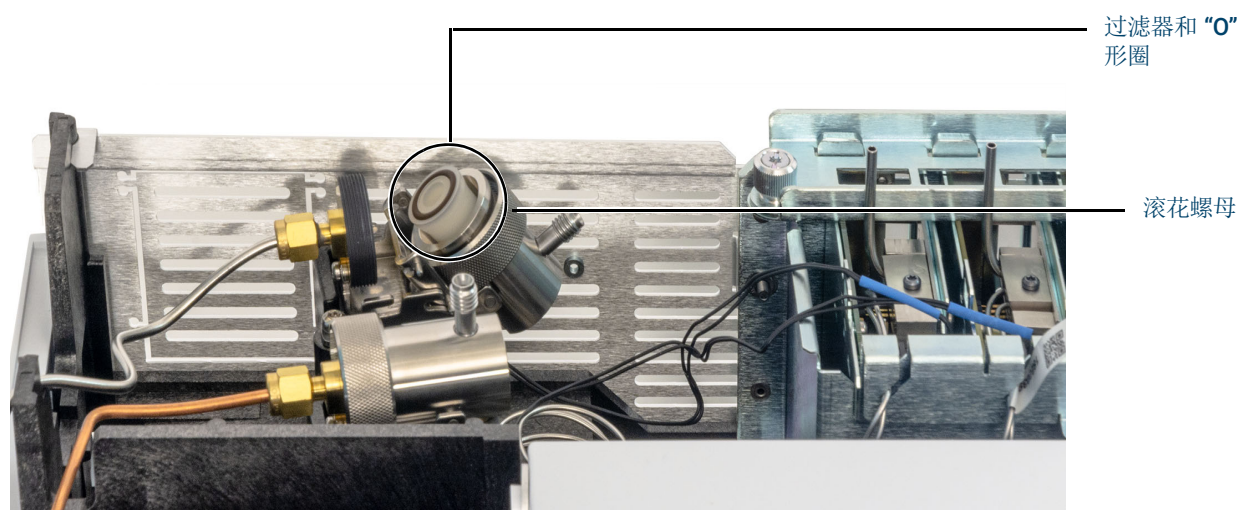

图 8. 滑动捕集阱组件，露出过滤器
- 5 将捕集阱组件从导向连接支架滑回并向上倾斜，露出过滤器，如图 8 中所示。